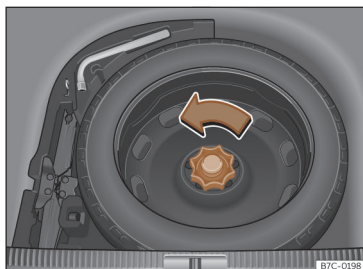

Fig. 229 En el maletero: piso de carga alzado.
- Gire la ruedecilla en sentido contrario a las agujas del reloj >>> **fig. 229.**